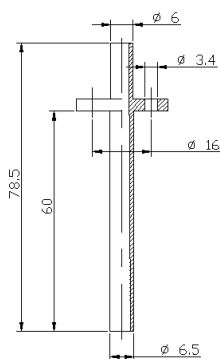

图 4
1. 先安装连接附件，见图 4。每个附件用 2 枚螺丝固定安装在现场引压处，较长端(约 60mm)